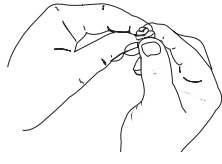

Fig. 28
- Pressez le filtre pour répartir et drainer l'excédent d'huile (Fig. 28).